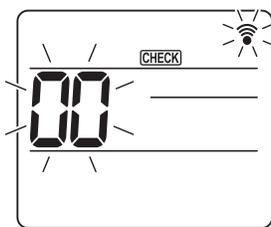
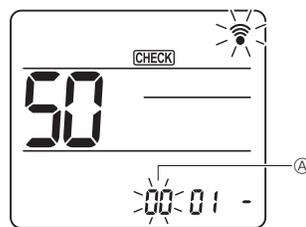
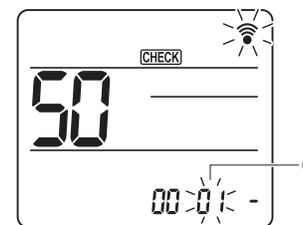
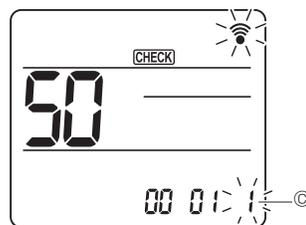

Fig. 7-16
Fig. 7-17
Fig. 7-18
Fig. 7-19
7.4.2. À l'aide de la télécommande sans fil (Fig. 7-16, Fig. 7-17, Fig. 7-18, Fig. 7-19)
- ① Accès au mode de sélection des fonctions
[CHECK] s'allume et "00" clignote. (Fig. 7-16)
- ② Réglage du numéro d'appareil
Appuyez sur les touches [DOWN] pour régler le numéro d'appareil ①. (Fig. 7-17)
- ③ Sélection d'un mode
Appuyez sur les touches [DOWN] pour régler le numéro de mode ②. (Fig. 7-18)
- ④ Sélection du numéro de réglage
Utilisez la touche [DOWN] pour changer le numéro de réglage ③. (Fig. 7-19)